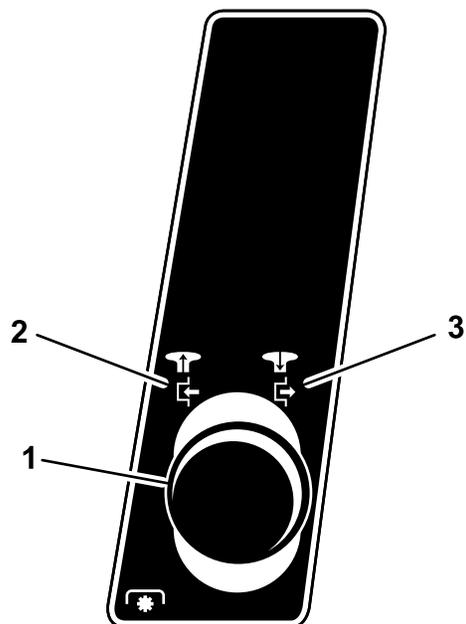

Figure 12
4. Désengagez la commande des lames (PDF) (voir la Figure 12).